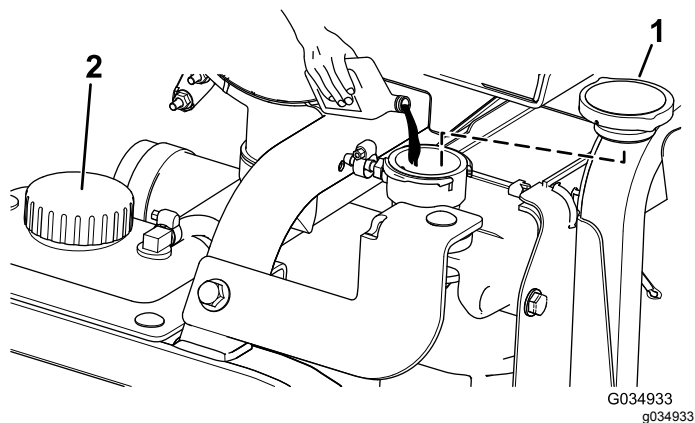

Рисунок 125
5. Залейте охлаждающую жидкость в радиатор так, чтобы ее уровень доходил до кромки заливного отверстия (Рисунок 125).